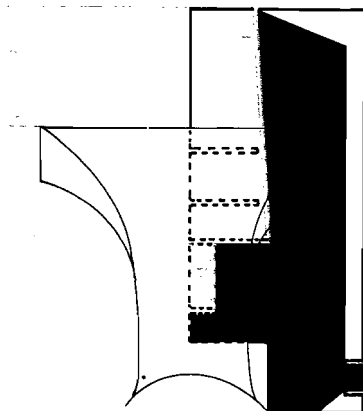

Fig. 7-10
4.3. Aserrado de M, N.—Amarrar la pieza de forma que no sobresalga más de 5 veces el espesor (fig. 7.10.) para evitar vibraciones y serrar *M* hasta acercarse a las mordazas. Modificar la altura de la pieza y serrar hasta lograr cortar el material sobrante. Serrar *N* (fig. 7.10).